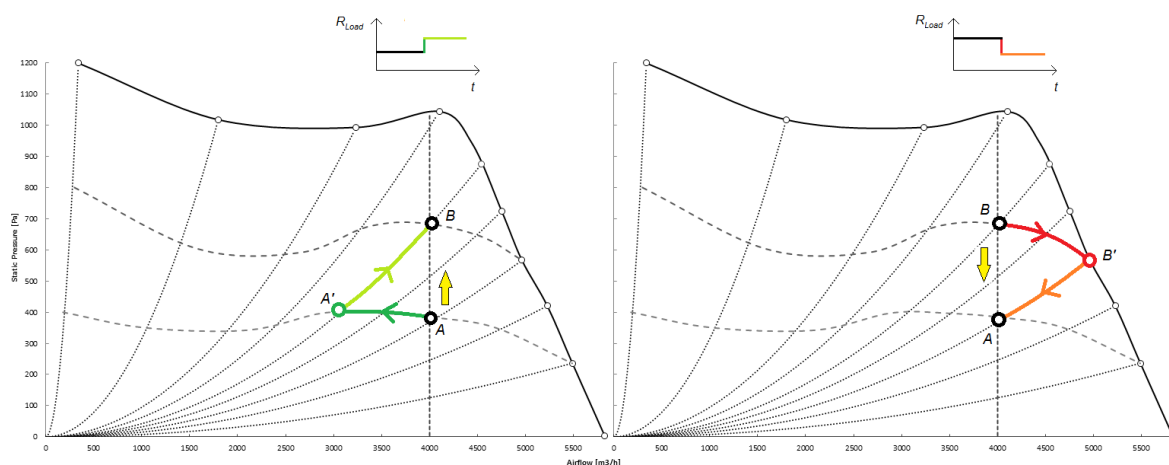

Abb. 18
Die Abbildung 18 veranschaulicht die Sprungantwort in einem realen System, wenn der Wert R_{Load} plötzlich erhöht und dann sich durch Zurückkehren zum ursprünglichen Wert verringert. Der Algorithmus des sensorlosen konstanten Luftstroms funktioniert nach Drehzahl (SX) und Leistung (WX).